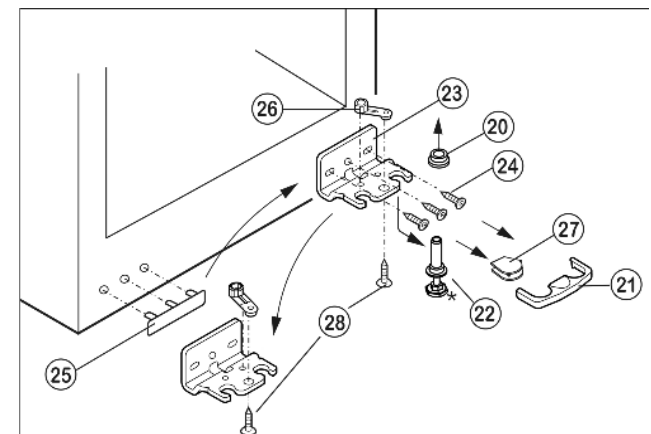

Fig. 5
- ▶ Enlever le dispositif d'arrêt Fig. 5 (21) vers l'avant.
- ▶ Enlever le cache Fig. 5 (27) en bas.\*
- ▶ Visser entièrement le pied réglable Fig. 5 (22).
- ▶ Enlever le pivot Fig. 5 (22) vers le bas et vers l'avant. Ce faisant, respecter la douille de charnière Fig. 5 (20).
- ▶ Dévisser le support d'appui Fig. 5 (23)(3 x Torx 25) Fig. 5 (24).
- ▶ Dévisser l'élément pivotant Fig. 5 (26)(1 x vis Torx 25) Fig. 5 (28) et le replacer dans le logement opposé de la charnière, puis le revisser.
- ▶ Soulever avec précaution le cache Fig. 5 (25) du côté poignée et le déplacer.
- ▶ Revisser le support d'appui Fig. 5 (23) sur le nouveau côté charnière, en utilisant une visseuse sans fil si nécessaire, avec un couple de serrage de 4 Nm.
- ▶ Mettre le cache Fig. 5 (27) sur le côté opposé.\*
- ▶ Le dispositif d'arrêt (21) doit s'enclencher latéralement sur la charnière afin de protéger les pivots d'appui et la porte.
- ▶ Replacer le dispositif d'arrêt (21) sur la charnière.
- ▶ Remettre en place la douille de charnière Fig. 5 (20).
- ▶ Placer la porte par le haut sur le pivot inférieur Fig. 5 (22).